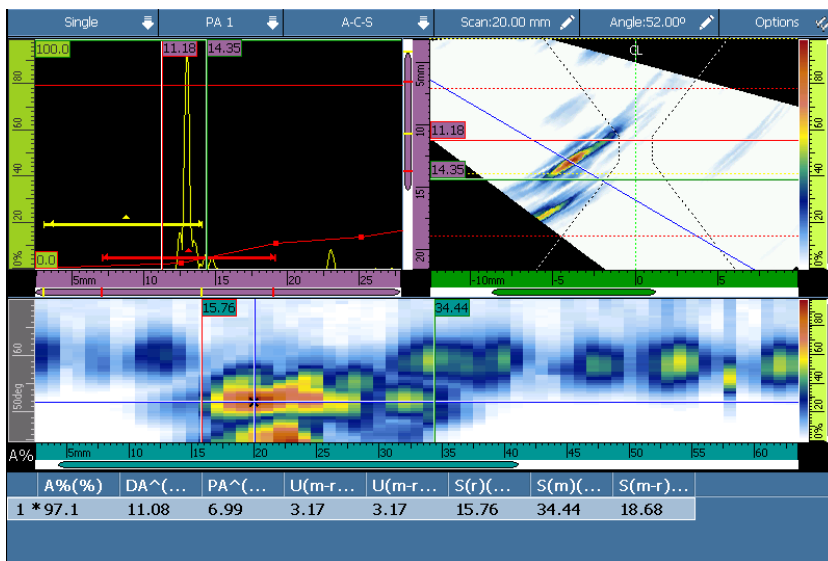

Рис. 6-11 Пример таблицы показаний
1. В меню строки заголовка, выберите **Опции > Табл. показаний** для отображения таблицы показаний в нижней части экрана данных (см. Рис. 6-11 на стр. 179).